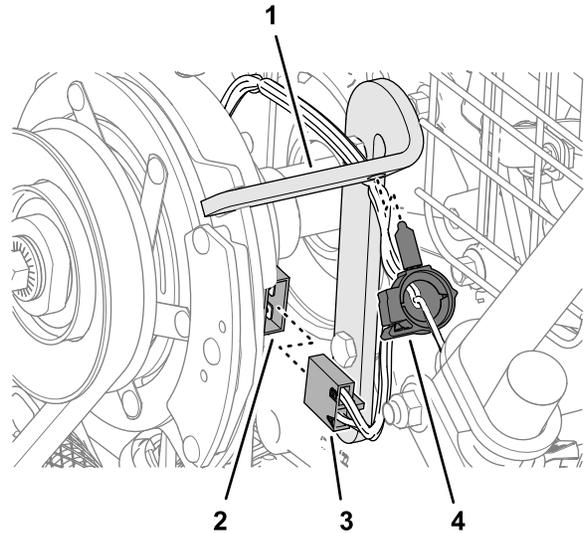

Bild 13
- Entfernen Sie den 2-Buchsen-Stecker des Kabelbaums vom Riemenkupplungs-Steckverbinder (Bild 13).
- Entfernen Sie den Kabelbaum-Steckclip, mit welchem der Kabelbaum am Kupplungsstopp-Halter befestigt ist (Bild 13).